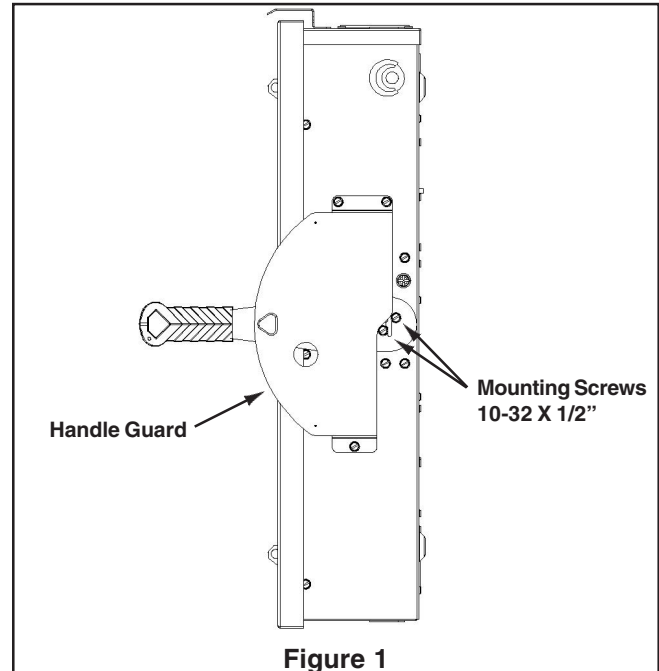

Figure 1
3. With Safety Switch in the OFF position, remove and discard handle mounting screws and handle. See **Figure 1**.
3. Mettre l'interrupteur en position hors circuit puis enlever et jeter la poignée et ses fixations (**figure 1**).